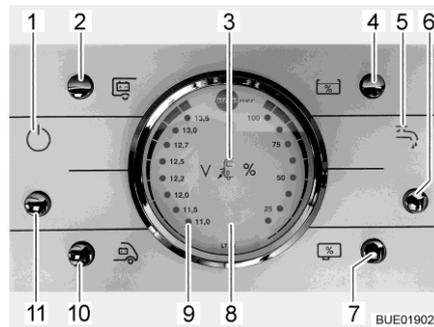

Bild 121 Panel LT 96
Der Taster (Bild 121,11) schaltet das Panel und die 12-V-Versorgung des Wohnraums ein und aus.
- Einschalten:** ■ Taster (Bild 121,11) drücken: Die 12-V-Versorgung des Wohnraums ist eingeschaltet. Die Kontroll-Leuchte (Bild 121,1) leuchtet.
- Ausschalten:** ■ Taster (Bild 121,11) drücken: Die 12-V-Versorgung des Wohnraums ist ausgeschaltet. Die Kontroll-Leuchte (Bild 121,1) erlischt.
Beim Anzeigeeinstrument V/Tank (Bild 121,8) die linke Skala beachten. Das Anzeigeeinstrument wird automatisch beleuchtet, sobald ein Taster gedrückt wird.
- Taster (Bild 121,10) drücken: Die Batteriespannung der Starterbatterie wird angezeigt.
- Taster (Bild 121,2) drücken: Die Batteriespannung der Wohnraumbatterie wird angezeigt.
Beim Anzeigeelement V/Tank (Bild 121,8) die rechte Skala beachten. Das Anzeigeelement wird automatisch beleuchtet, sobald ein Taster gedrückt wird.
- Taster (Bild 121,4) drücken: Die Wassermenge wird angezeigt.
- Taster (Bild 121,7) drücken: Die Abwassermenge wird angezeigt.
- Taster (Bild 121,6) drücken: Die Wasserversorgung ist eingeschaltet. Die Kontroll-Leuchte Wasserpumpe (Bild 121,5) leuchtet.
- Taster (Bild 121,6) drücken: Die Wasserversorgung ist ausgeschaltet. Die Kontroll-Leuchte Wasserpumpe (Bild 121,5) erlischt.
Die rote Warnleuchte "ALARM" (Bild 121,9) blinkt, sobald die Spannung der Wohnraumbatterie 11 V (Messung im laufenden Betrieb) unterschreitet und damit Tiefentladung droht.
Die 12-V-Kontroll-Leuchte (Bild 121,1) leuchtet, wenn der 12-V-Haupttaster (Bild 121,11) eingeschaltet ist.
Die 230-V-Kontroll-Leuchte (Bild 121,3) leuchtet, wenn am Eingang des Elektroblocks Netzspannung vorhanden ist.